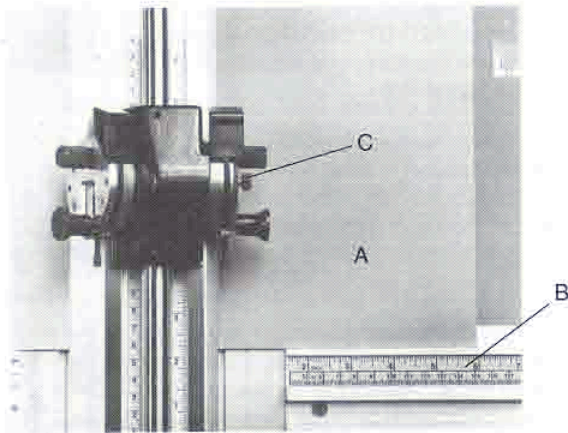

Figure 9
1. Place an over-size mat (A) under the **CLAMP** and on top of a slip sheet. Slide the mat down to rest against the **SQUARING ARM (B)** as shown in Figure 9. The **MAT GUIDE** can be removed if it is in the way. **NOTE:** The lower edge of the mat is not intended to touch the **MAT GUIDE SLIDE**.
4. The **DETENT PLUNGER (C)**, also shown in Figure 9, can be used to lock the cutting blade in its down position. If you do not wish to use it, push the **DETENT PLUNGER** in and rotate 1/4 turn.
1. Placez un encadrement (A) surdimensionné en dessous de la **BRIDE DE FIXATION** et sur la feuille de garde. Faites glisser l'encadrement jusqu'à ce qu'il repose contre le **BRAS D'ÉQUARRISSAGE (B)**, tel qu'il est indiqué dans la Figure 9. Vous pouvez enlever le **GUIDE D'ENCADREMENT** s'il vous gêne. **N.B. :** Le côté inférieur de l'encadrement ne doit pas toucher le **GLISSOIR DU GUIDE D'ENCADREMENT**.
4. Le **PISTON DE DETENTE (C)** que vous voyez également sur la Figure 9 peut s'utiliser pour verrouiller la lame de coupe en position basse. Si vous ne désirez pas l'utiliser, enfoncez le **PISTON DE DETENTE** et faites-le tourner d'un quart de tour.
1. Coloque una lámina (A) demasiado grande bajo la **PLETINA** y sobre una lámina protectora. Deslice la lámina hacia abajo hasta que quede en contra del **BRAZO DE ESCUADRA (B)**, como se muestra en la Ilustración 9. La **GUÍA DEL REBORDE** puede sacarse si estorba. **NOTA:** No se tiene la intención de que el borde inferior de la lámina toque el **DESLIZADOR DE GUÍA DEL REBORDE**.
4. **EL TORNILLO DE FIJACION (C)**, que también se muestra en la Ilustración 9, puede usarse para detener la cuchilla de corte en su orientación hacia abajo. Si no desea usarla, empuje hacia adentro el **TORNILLO DE FIJACION**, y rótelo 1/4 de vuelta.